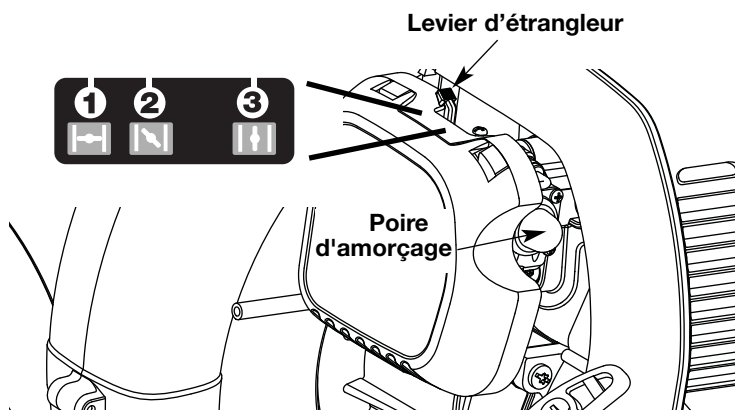

Fig. 14
3. Appuyer sur la pompe d'amorce dix fois de suite. Une certaine quantité de **carburant devrait être visible dans l'amorce et des tuyaux de carburant** (Fig. 14). Si vous ne voyez pas de carburant dans la pompe, appuyez dessus autant de fois de suite que nécessaire jusqu'à ce que vous en voyiez arriver dans l'amorce.
4. Mettre le levier d'étranglement en **position 1** (Fig. 14).